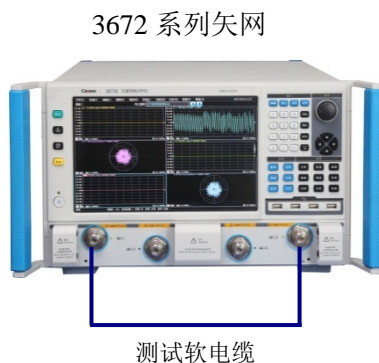

图 11.5 测试端口输出功率线性度
- 1) 如图 11.5 所示连接系统，预热 60 分钟以上；